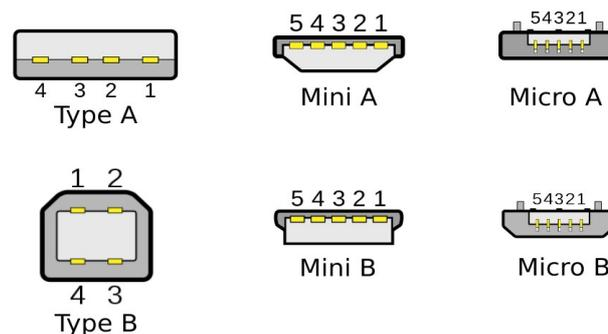

Figura 2: Famiglia di connettori usati nei cavi USB 2.0.
Le specifiche USB sono state realizzate sin dall'inizio con l'idea di permettere dal lato dell'utilizzatore un'esperienza d'uso semplice. Come abbiamo visto, molte delle periferiche utilizzate con i primi PC avevano connettori simili che potevano creare anche errori di connessione invertendo gli stessi ed inserendoli su connettori dedicati per applicazioni diverse. Per tale ragione l'USB IF ha progettato per il protocollo USB un nuovo connettore che evitasse di poter essere erroneamente collegato ad altri connettori esistenti sul mercato e che non permettesse errori di inversione. I connettori realizzati per il supporto delle specifiche USB1.x sono stati nominati Type A (Standard A) e Type B (Standard B). In particolare dal lato Host (PC) è presente il Type A mentre dal lato del dispositivo (periferica) è presente il Type B. Il Type A come il Type B si dividono a loro volta in connettore maschio e femmina, o come li definisce l'USB IF *plugs* e *receptacles*. Allo stesso modo delle specifiche USB anche le specifiche relative ai connettori si sono evolute con il tempo, in particolare l'USB IF, mantenendo il resto delle specifiche invariate, ha introdotto altri connettori ufficiali al fine di poterne permettere l'utilizzo anche su periferiche più piccole. Questo ha portato alla definizione dei nuovi connettori di tipo Mini A, Micro A, Mini B e Micro B. In Figura 2¹ sono riportati i dettagli dei connettori USB tipo *Plug*, per ognuno di essi è presente il rispettivo *Receptacle* (non mostrato in Figura)